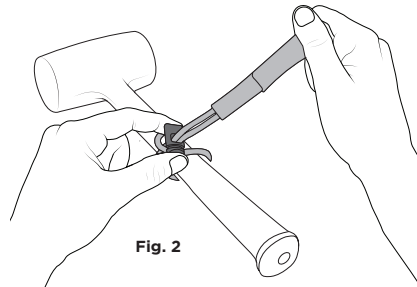

Fig. 2
3. Choke Elastic Loop/Cinch Tool Tail™ onto the tool by sliding it around the tool’s shaft and snug the barrel lock down tightly if applicable [fig 2]. Note the 3700 Web Tool Tails™ do not work with Squids® Cold Shrink Tool Trap™.
3. Anude el Tool Tail™ de cincha/lazo elástico en la herramienta deslizándolo alrededor del eje de la herramienta y, si corresponde, apriete con firmeza el seguro en forma de cilindro [fig. 2]. Tenga en cuenta que los Tool Tails™ 3700 de correa no funcionan el Tool Trap™ retráctil en frío Squids®.